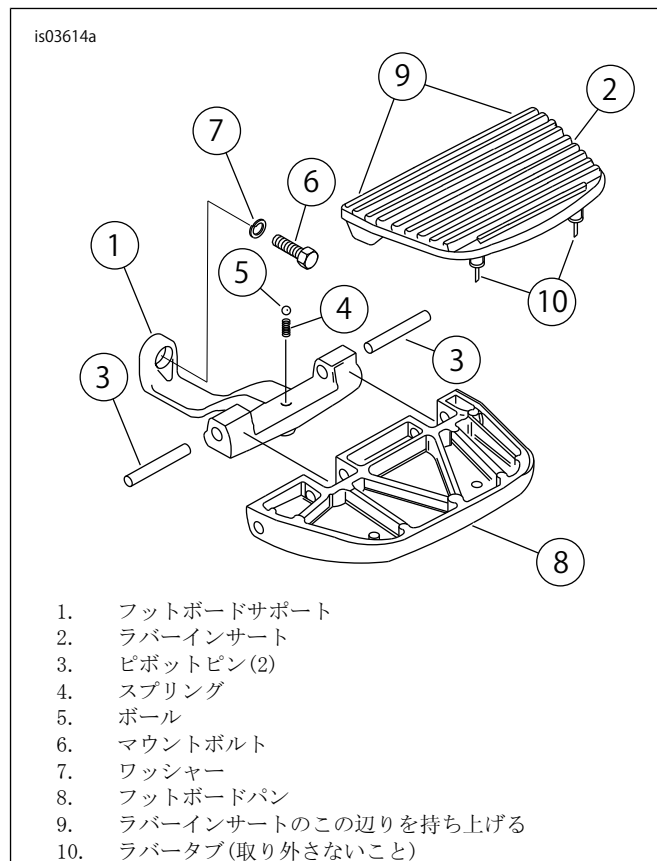

図1. フットボードマウント(既装着品)
2. 「図1」を参照してください。ラバーフットボードインサート(9)の内側の角を慎重に持ち上げてピボットピンを剥き出しにし、フットボードサポートからフットボード(8)を取り外します。フットボードインサートは、フットボードパンから取り外さないでください。いったん取り外すと、取り付けるのが困難です。